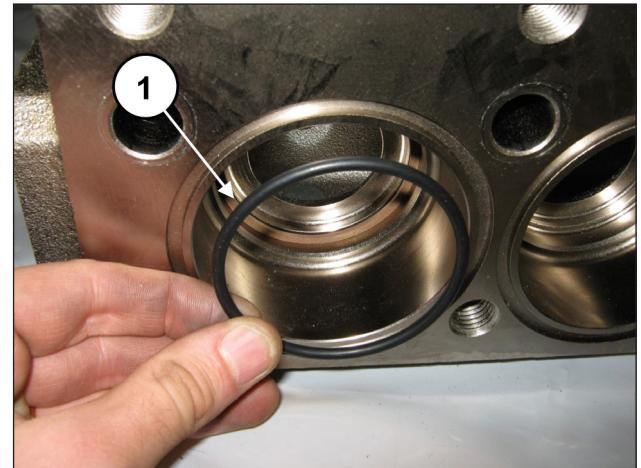

Abb. 150
Setzen Sie den O-Ring ein, Pos. 7 Explosionszeichnung (Pos. ①, Abb. 150).